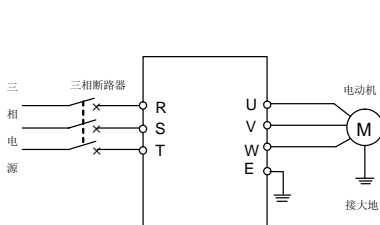

图 5-3 SVC 运行接线
- ① 按图 5-3 接线；
- ② 确认接线无误后合上电源开关，接通电源；
- ③ 按以下设置参数
- ④ 按  键启动变频器，如果③中修改了电机铭牌参数(F2.2.00 ~ F2.0.04)，将自动启动一次静态参数辨识，变频器输出 0 频率，辅显示栏显示当前输出电流(此时不受参数 F0.0.13 的限制)。当显示电流稳定为 0.0 时，自学习结束，开始运行；